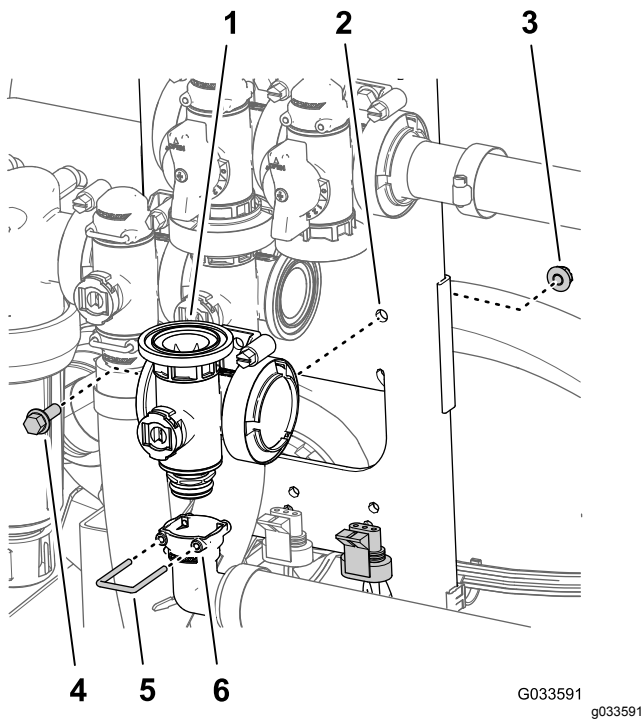

Figure 115
- Retirez l'étrier qui fixe le raccord de sortie à 90° à l'accouplement du collecteur de la vanne maîtresse (Figure 115).
- Retirez le boulon à embase ($\frac{1}{4}$ " x $\frac{3}{4}$ ") et le contre-écrou à embase ($\frac{1}{4}$ ") qui fixent la vanne maîtresse des rampes au support, puis déposez le collecteur de la machine (Figure 115).